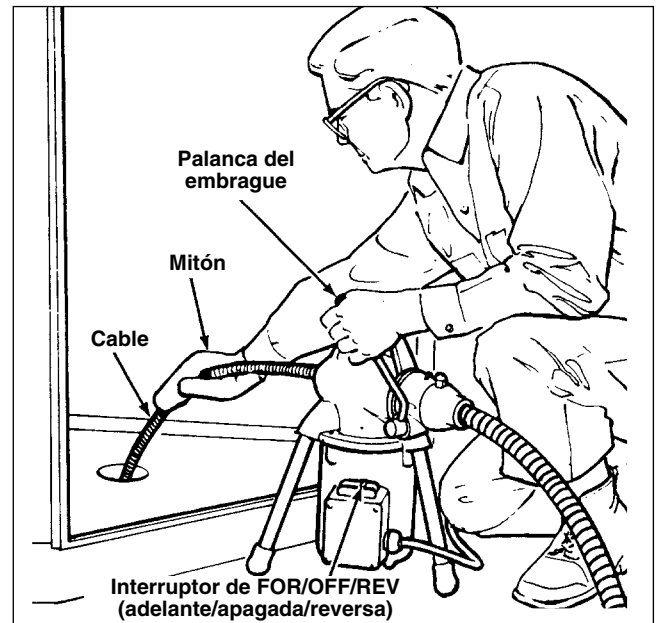

Figura 6 – Postura correcta para trabajar
1. Adopte la postura correcta para mantener un buen equilibrio (Figura 6)
1. Adopte la postura correcta para mantener un buen equilibrio (*Figura 6*).